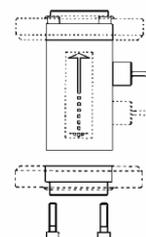

Fig.1
- снимите торцевые крышки. Если конструкция содержит фланцевые крышки, снимите их тоже. Учитывайте направление потока! (Рис. 1);
- установите торцевые или фланцевые крышки (Рис. 1 и 2)